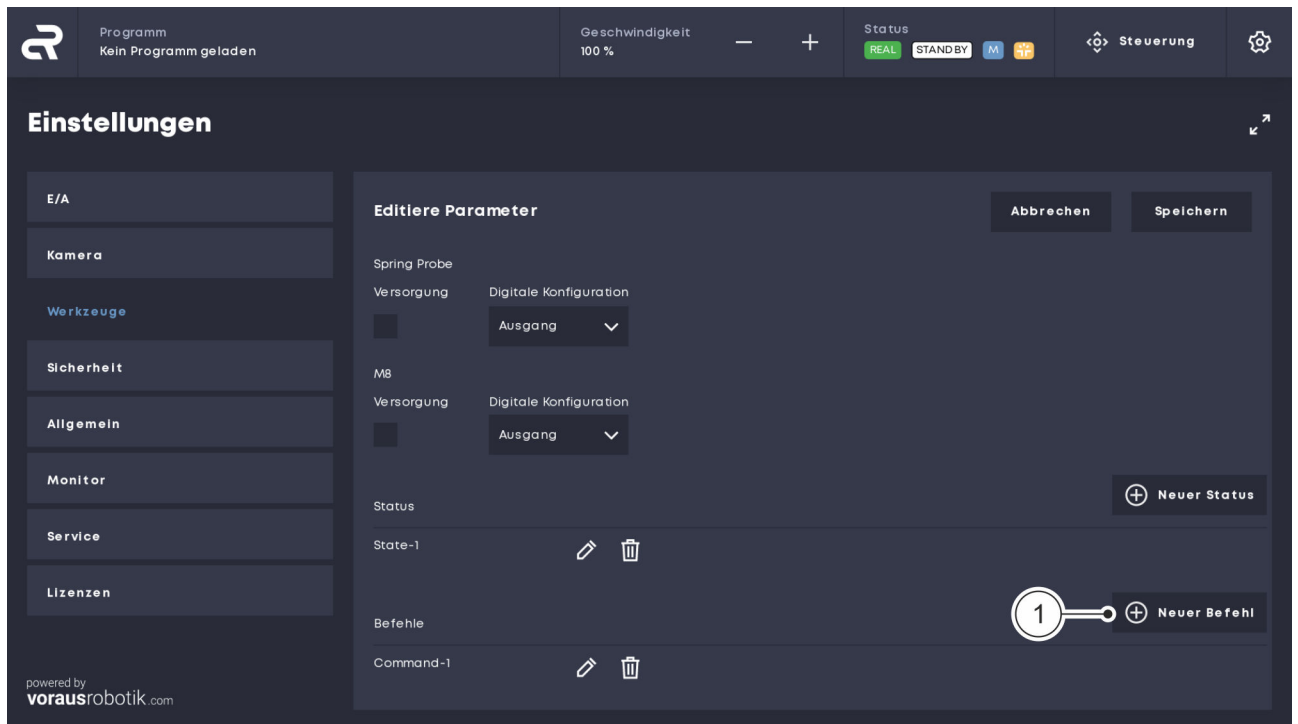

Abb. 23 Menü „Neuer Befehl“ öffnen
09. Auf die Schaltfläche „Neuer Befehl“ klicken, um das Menü „Neuer Befehl“ zu öffnen Abb. 23 / ①.